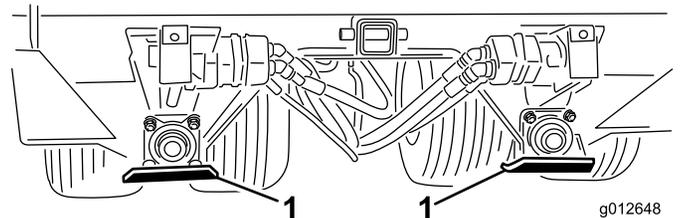

Рисунок 7
Установите полоз на каждый монтажный кронштейн с помощью (2) вагонных болтов, плоских шайб и контргаяк. Расположите полозья как показано на Рисунок 7.